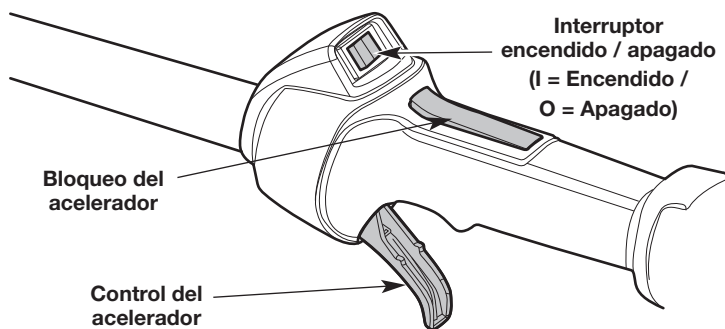

Fig. 9
NOTA: No es necesario encender la unidad. El interruptor de encendido/apagado está en la posición **Encendido (I)** en todo momento (Fig. 9).
4. Oprima y mantenga el bloqueo de acelerador. Apriete y mantenga oprimido el control del acelerador (Fig. 9).
2. Oprima y mantenga apretado el interruptor de encendido/apagado en la posición **Apagado (O)** hasta que el motor se pare por completo (Fig. 9).
5. Oprima y mantenga el bloqueo de acelerador. Apriete y mantenga oprimido el control del acelerador (Fig. 9).